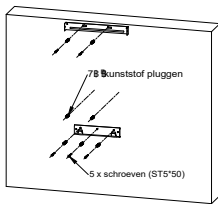

Fig.2
- Bevestig de montagebeugel en de montagebeugel van het uitschuifbare schouwdeel, bevestig de muurpluggen van de montagebeugel en de montagebeugel van het schouwdeel aan de muur. Zie fig. 2.